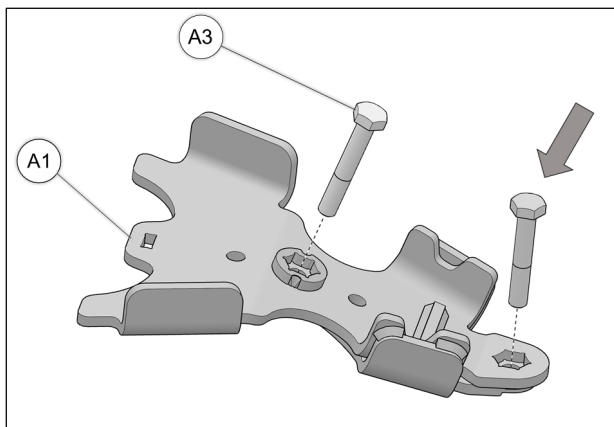

Fig. 12
4. Insérer le boulon provenant du bras stabilisateur à l'extrémité de l'ancrage antirotation avant (**A1**) et le boulon M10x65mm (**A3**) au centre. Voir Fig. 12